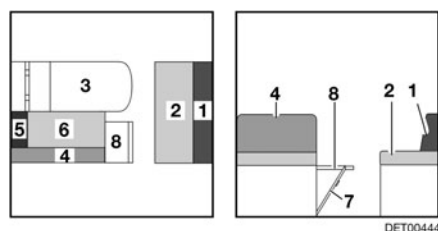

Fig. 100 Durante la transformación
- Plegar la prolongación del banco de asiento (Fig. 100,8) hacia arriba y colocar una cuña con la trampilla.